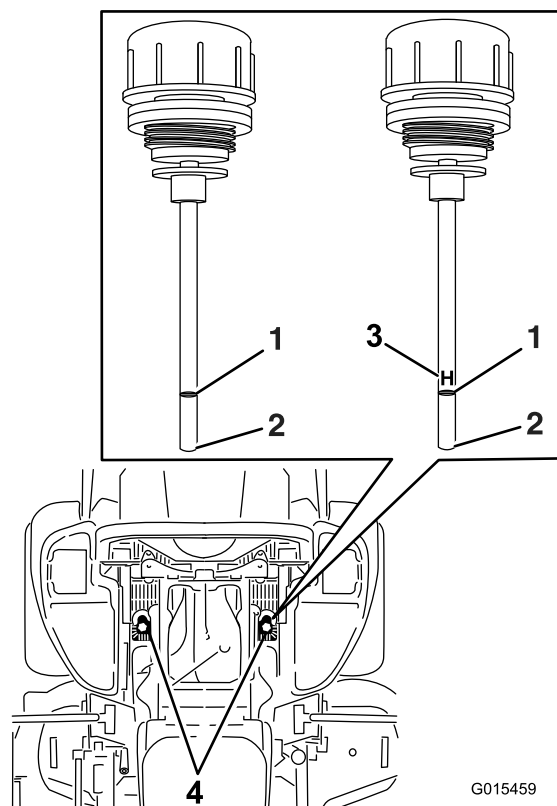

Figura 82
6. Limpie la zona alrededor de las varillas de los depósitos de los sistemas hidráulicos (Figura 82).
7. Retire una varilla del depósito de aceite hidráulico (Figura 82).
9. Retire la varilla e inspeccione el extremo (Figura 82). Si el nivel de aceite está en la marca Add (añadir), vierta lentamente en el depósito hidráulico sólo la cantidad de aceite necesaria para que el nivel llegue hasta la marca de Lleno o **H**.